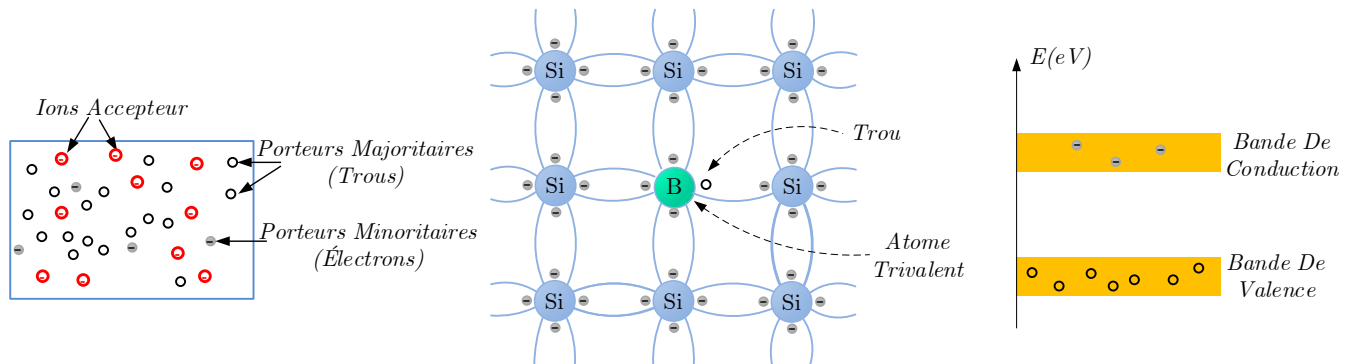

Figure 3.12
Pour augmenter le nombre de trous dans le silicium intrinsèque, des atomes **d'impuretés trivalentes** sont ajoutés. Ce sont des atomes avec **trois électrons de valence** tels que le bore (B), l'indium (In) et le gallium (Ga). Comme illustré sur la figure 3.12, chaque atome trivalent (le bore, dans ce cas) forme des liaisons covalentes avec quatre atomes de silicium adjacents. Les trois électrons de valence de l'atome de bore sont utilisés dans les liaisons covalentes ; et, puisque quatre électrons sont nécessaires, un trou se produit lorsque chaque atome trivalent est ajouté. L'atome trivalent peut prendre un électron, il est souvent appelé **un atome accepteur**.